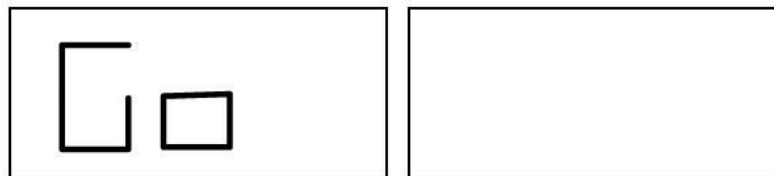

Рис. 5.5 - Сообщение "Выполните запуск"
4. Нажмите [P4]  Появится сообщение, рисунок 5.5;